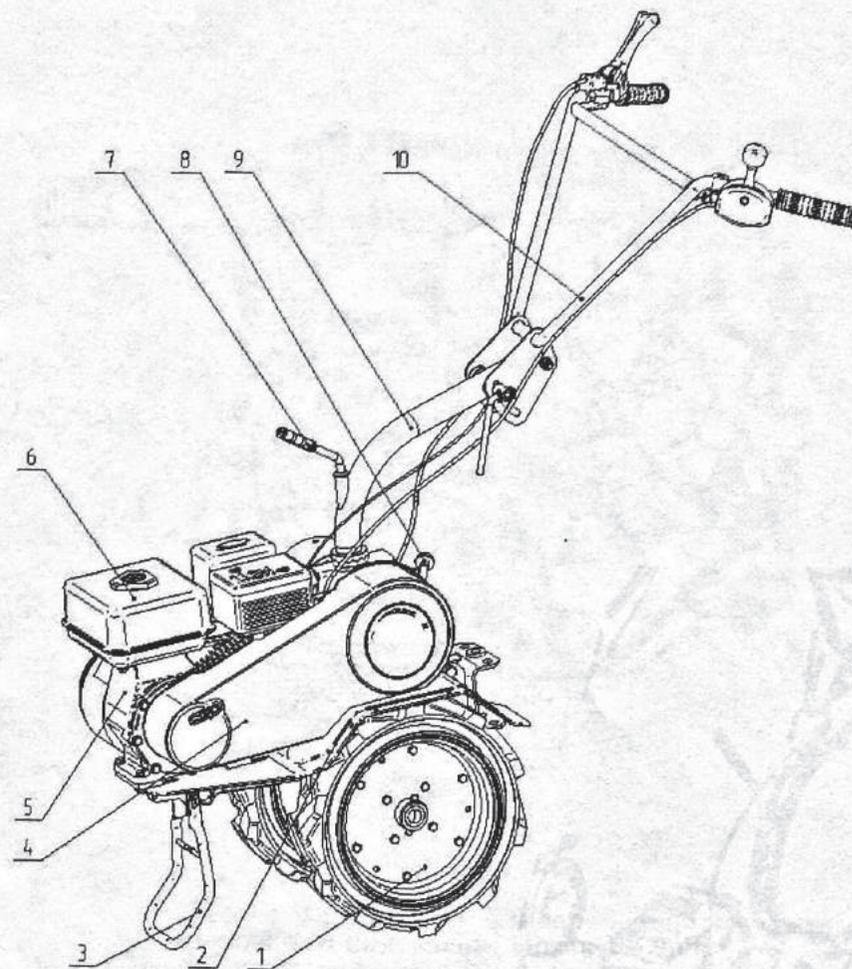
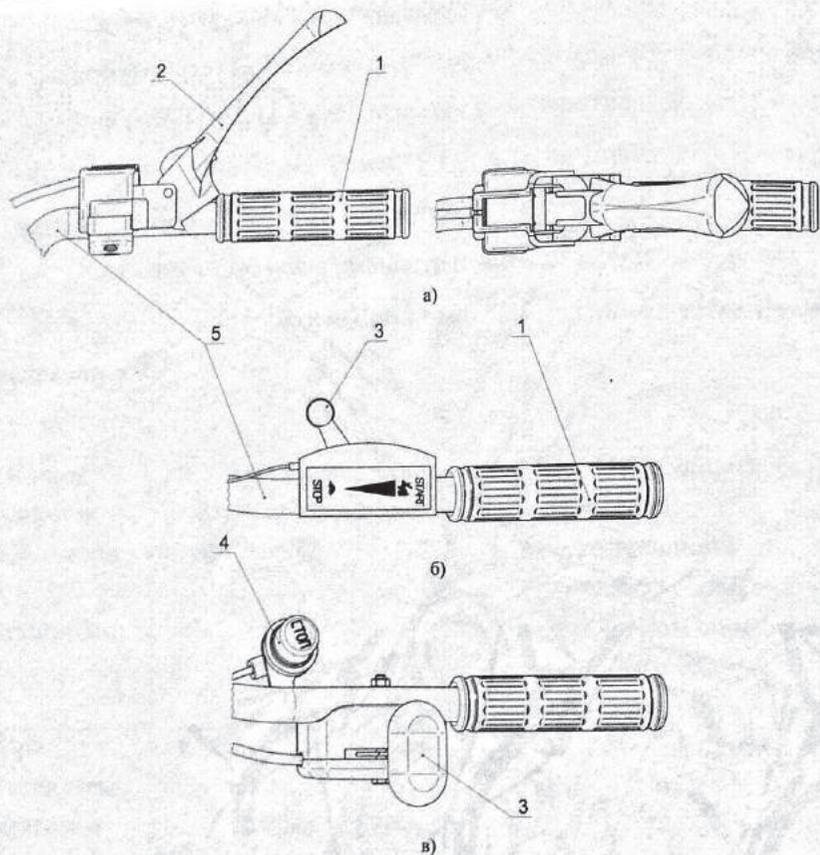

Рис.1 Устройство мотоблока
Рис. 2 Органы управления мотоблоком
- установите стойку руля 9 (рис. 1) на верхнюю часть редуктора мотоблока и ручкой стойки руля 7 закрепите стойку на редукторе;
двигателе рычаг переключения передач должен быть в положении «Н» (нейтраль) рис.5. Перед началом движения рукоятку-опору 3 рис.1 перевести в горизонтальное положение.
При запуске мотоблока рычаг сцепления 2 (рис.2а) на правой рукоятке находится в положении «Выключено» (рычаг отжат). Рычаг управления дроссельной заслонкой 3 (рис. 2б, 2в) на левой рукоятке, установите в положение «Start». Рычаг воздушной заслонки карбюратора (находящийся на двигателе) установите в положение «Перекрыть». Убедитесь, что рычаг переключения передач 8 (рис.1) в нейтральном положении («Н» на этикетке положений рычага переключения передач). Произведите пуск двигателя, как указано в «Руководстве по эксплуатации двигателя».
Примечание: Мотоблок выпускается с двумя вариантами рычага управления дроссельной заслонкой (рис.2б и 2в) в зависимости от типа применяемого двигателя.
Оставляя рычаг сцепления 2 (рис. 2а) в положении «Выключено», переместите рычаг управления передач 8 (рис. 1) в
положение «I» (1-я скорость), переместите рычаг управления дроссельной заслонкой двигателя 3 (рис. 2б) на левой рукоятке мотоблока по часовой стрелке (на увеличение частоты вращения двигателя). Плавно переместите рычаг сцепления из положения «Выключено» в положение «Включено». Колеса начнут вращаться.
По окончании работы мотоблока выключите сцепление, уменьшите частоту вращения двигателя, переведите рычаг переключения передач в положение «Н» (нейтраль), переведите двигатель на режим «Холостой ход», проработайте на холостом ходу 2...3 мин и остановите двигатель, нажав на кнопку «Stop» 4 (рис. 2в), находящуюся на левой рукоятке. Закройте топливный краник на топливной баке двигателя. Если в исполнении мотоблока кнопка «Stop» отсутствует, то необходимо довести рычаг управления дроссельной заслонкой 3 до положения «Stop» (рис. 2б).
Высота руля мотоблока устанавливается следующим образом: установите мотоблок в горизонтальное положение, ослабьте зажим 3 рис. 6, поднимите или опустите руль на требуемую высоту и затяните зажим. Для поворота руля необходимо отвернуть на несколько оборотов ручку стойки руля 7 рис. 1, повернуть на нужный угол стойку руля и завернуть ручку до упора.
- снимите защитный кожух 4 рис. 1 клиноременной передачи;
- включите сцепление, т.е. рычаг сцепления 2 рис. 2а, прижмите к рукоятке;